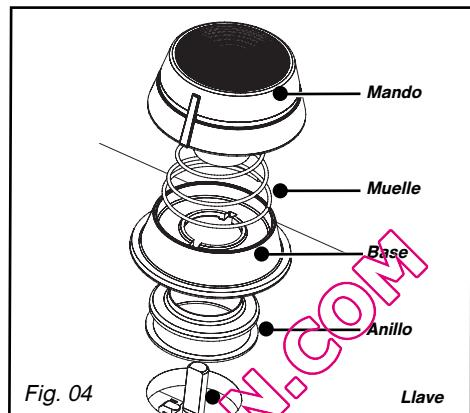

Fig. 04
- Ajuste los ralentí de las llaves:** se encuentran bajo los mandos (Fig. 04).